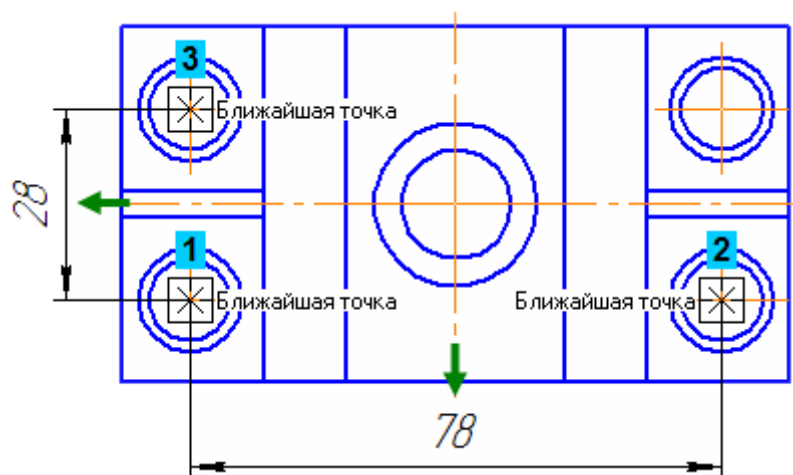

Рисунок 48.
- Таким же образом создайте вертикальный размер (рис. 48).